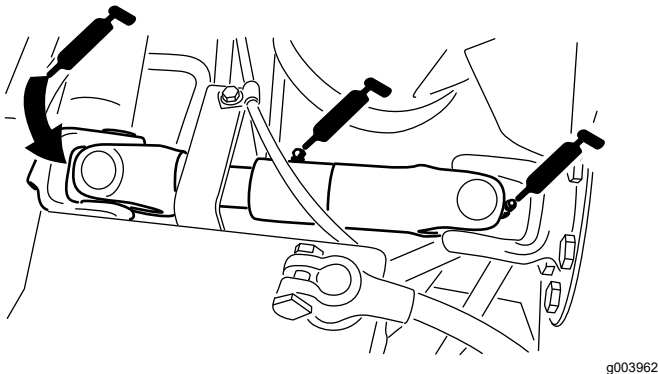

Figura 41
- Articulación de cardán del árbol de transmisión de la bomba (3) – Figura 41